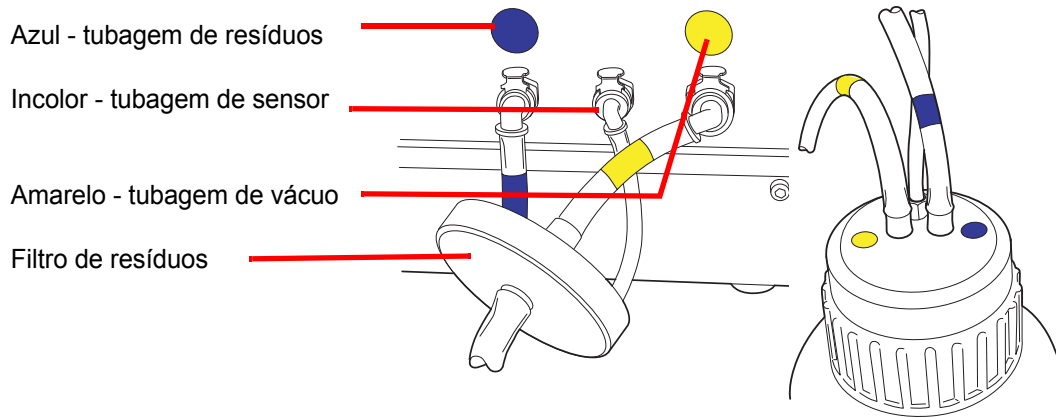

Figura 8-12 Ligações das tubagens da garrafa de resíduos
3. Localize as três ligações da garrafa de resíduos, na parte de trás do processador ThinPrep 5000. Consulte a Figura 8-12. Certifique-se de que os botões dos conectores estão na posição para baixo/para dentro.